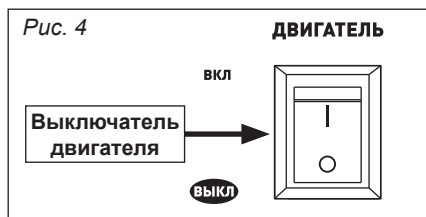

Рис. 4
**Выключатель двигателя** (рис. 4), предназначен для включения и отключения двигателя генератора.